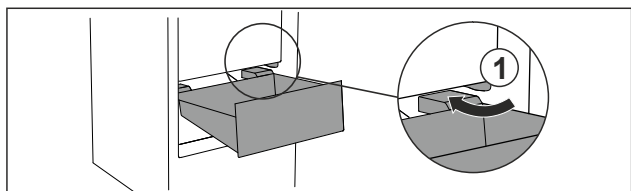

Fig. 98
- ▶ Lade schuin rond de stoppers Fig. 98 (1) leiden.